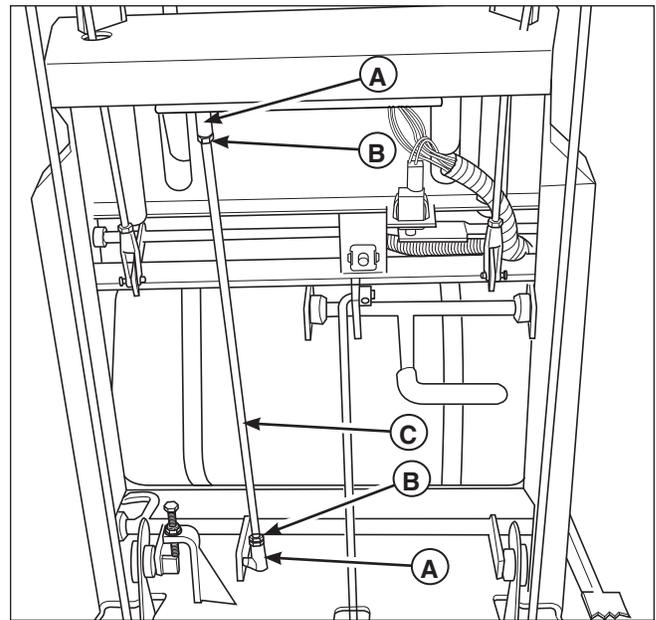

Figura 24. Ajuste neutro
2. Hay dos contratuercas (**B, Figura 24**) en la varilla de enlace (**A**). Suelte las contratuercas de la varilla de enlace y gírela para ajustarla.